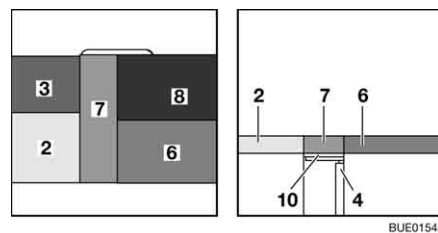

Fig. 141 Dopo la trasformazione
- Appoggiare il cuscino dello schienale (Fig. 141,8) sul tavolo davanti al cuscino del divano (Fig. 141,6).
- Appoggiare il cuscino dello schienale (Fig. 141,3) sulla prolunga del sedile Vario davanti al cuscino del divano (Fig. 141,2).